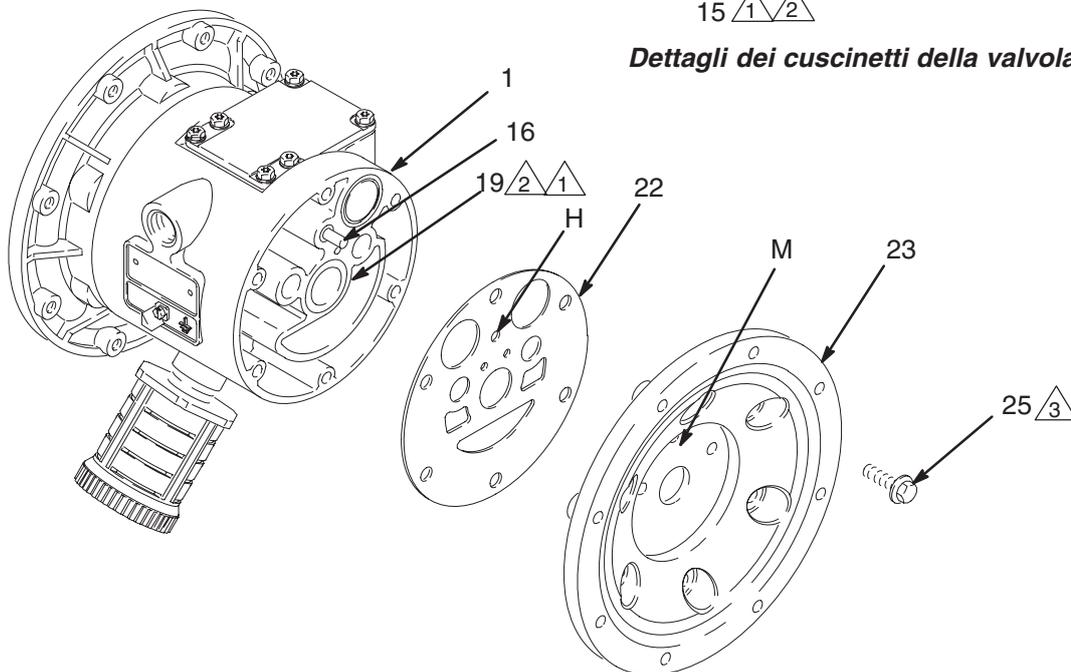

Fig. 15
- NOTA:** Se si sta rimuovendo solo il cuscinetto dell'albero delle membrane (19), saltare il passo 4.
5. Utilizzando una chiave fissa a tubo da 10 mm, rimuovere le viti (25) che reggono i coperchi dell'aria (23) sul corpo centrale (1). Vedere Fig. 15.
6. Rimuovere le guarnizioni del coperchio dell'aria (22). Sostituire sempre le guarnizioni con altre nuove.
7. Utilizzare un estrattore di cuscinetti per rimuovere i cuscinetti dell'albero della membrana (19), i cuscinetti della valvola di sfogo (12) o i cuscinetti dello spinotto guida (15). Non rimuovere i cuscinetti non danneggiati.